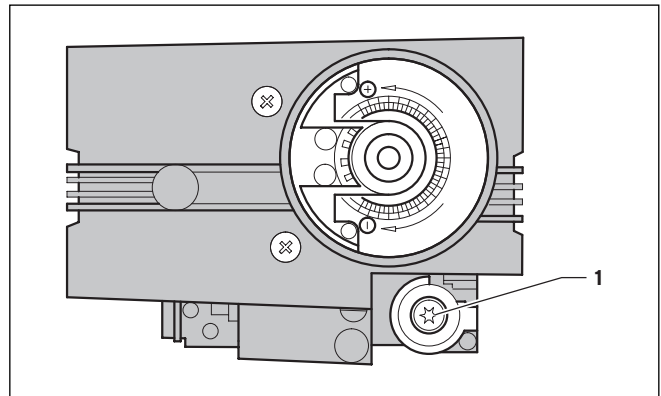

Рис. 6.4 Винт нулевой точки
Настройка газа для номинальной мощности выполняется посредством винта нулевой точки (1, рис. 6.4) (ключ Torx Tх40 под кожухом) газовой арматуры.
- Снять крышку винта нулевой точки (1, рис. 6.4) газовой арматуры.